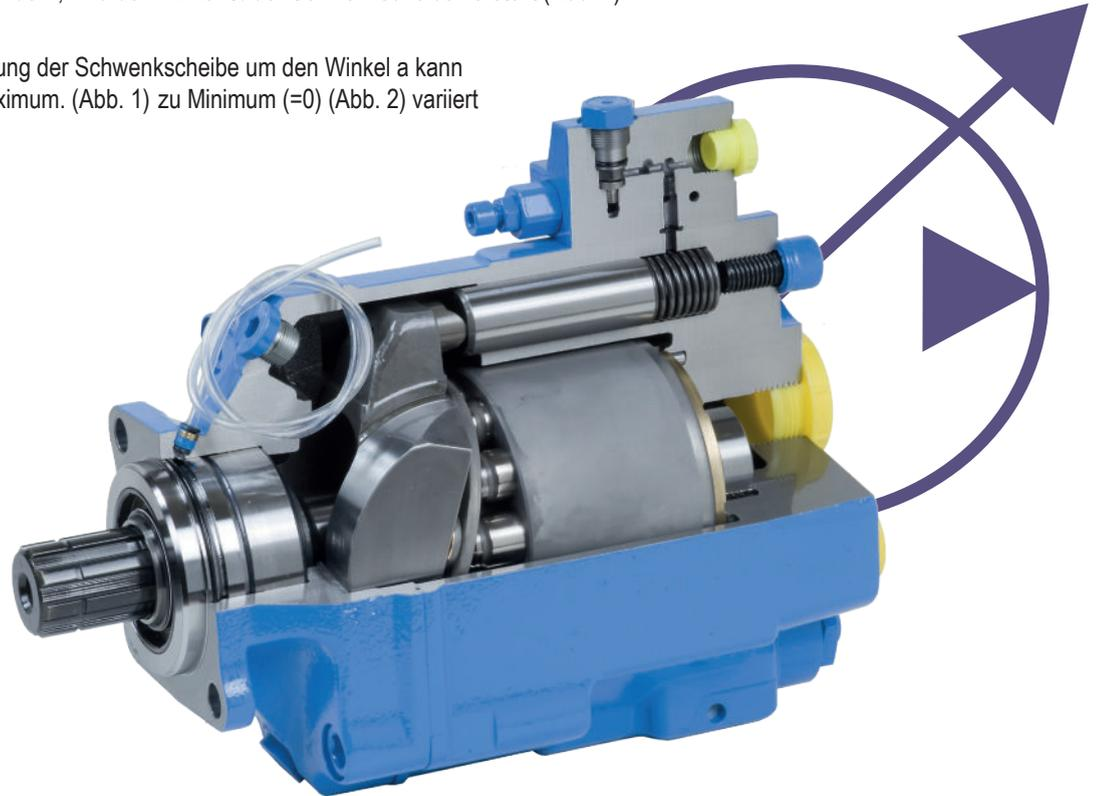

Abb.1 - Maximaler Förderstrom
Um das Fördervolumen zu ändern, wird der Winkel α der Schwenkscheibe verstellt (Abb. 1).
- ▶ Durch Änderung der Anstellung der Schwenkscheibe um den Winkel α kann das Fördervolumen von Maximum. (Abb. 1) zu Minimum (=0) (Abb. 2) variiert werden.